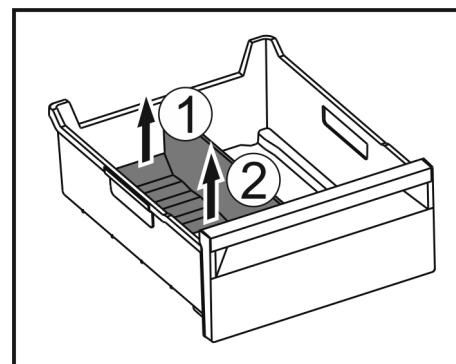

Fig. 149
- Hinteren Teil des Eisfach-Trenners anheben. Fig. 149 (1)
► Eisfach-Trenner nach oben entnehmen. Fig. 149 (2)